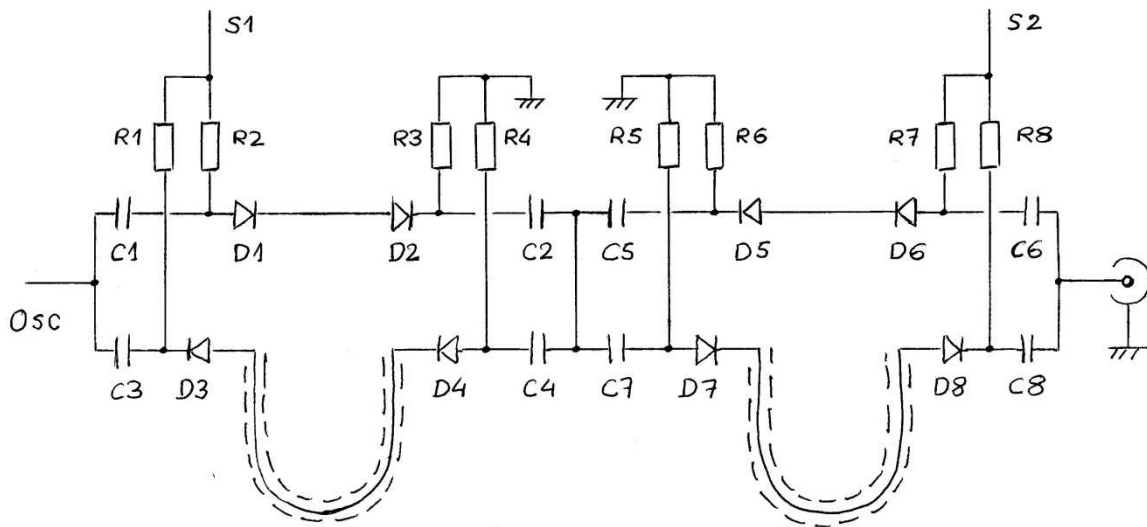

Figure 2 : Le schéma du modulateur piloté par les signaux S1 et S2
Le déphasage de +/- 1,1 radians est obtenu par des lignes à retard, réalisées par des tronçons de câble coaxial. Les diodes PIN font l'aiguillage du signal UHF, qui traverse ou non le déphaseur (Figure 2). Il faut une diode PIN de part et d'autre de cette ligne coaxiale pour éviter l'effet de la capacité du câble. Par symétrie, le passage direct traverse 2 diodes PIN.
Avec ce système de modulation de phase, il n'y a que 2 signaux de commande S1 et S2 (Figure 2) à  $\pm 7,5$  V.
- Si la tension S1 est positive, le courant de polarisation traverse les diodes PIN D1 et D2 par les résistances R2 et R3 permettant le passage de la HF entre C1 et C2 (Figure 2). Ce même signal S1 bloque les diodes D3 et D4 et interdit le passage par la ligne de déphasage.